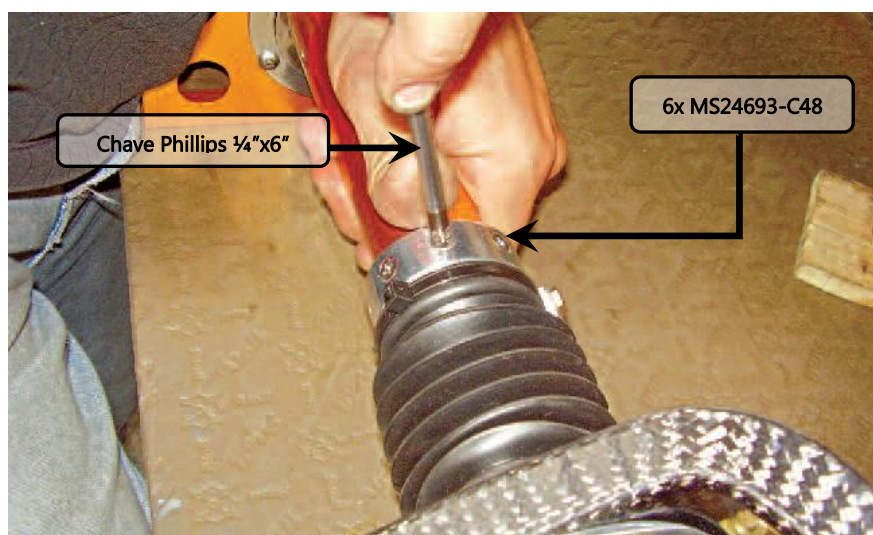

Figura 32.20.11 – Fixação definitiva das estruturas
10. Remover e reinstalar cada parafuso MS24693-C48 (um a um para não desunir as estruturas) utilizando trava rosca, ver figura 32.20.11.